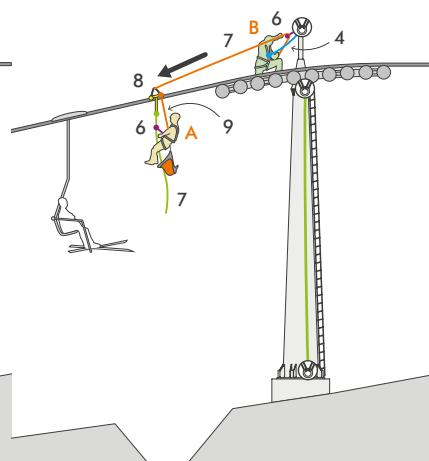

Fig. 2
2) At the top of the pylon, operators A and B protect themselves with work positioning lanyards (4). Operator B creates an anchor point on the structure of the pylon to which he connects a self-braking descender (6) into which he inserts the command rope (7), connected to a rescue pulley EN 1909 (8). Operator A fits the rescue pulley onto the cable and attaches himself to it using a second self-braking descender (6) on the descent rope (7). In addition, the operator connects a retractable type fall arrester (8) between the chest ring of the harness and the lift cable, placing it in the opposite slot of the rescue pulley. Now operator B can start lowering. Operator B lowers A down along the cable, using the command rope, until he reaches the first chair (Fig. 2).
3) Operator A sets up, on a multi-anchor anchor plate (10) connected to the rescue pulley, a sling with loops (11) and lowers himself, using his own self-braking descender (6), until he reaches the chair.
2) En la parte superior de la pilona, los operarios A y B se protegen con elementos de amarre de sujeción (4). El operario B crea un punto de anclaje en la estructura de la pilona, al que conecta un descensor autofrenante (6), en el que introduce la cuerda guía (7), conectada a una polea de rescate EN 1909 (8). El operario A monta la polea de rescate en el cable y se conecta a la misma utilizando un segundo descensor autobloqueante (6) en la cuerda de descenso (7). Además, el operario conecta un anticaídas retráctil (9) entre el anillo esternal del arnés, y el orificio libre de la polea, cerca del cable. Llegado este punto el operario B puede descender a lo largo del cable utilizando la cuerda guía hasta alcanzar la primera silla (Fig. 2).
3) El operario A, utilizando una placa multianclaje (10) conectada a la polea de rescate, instala una cinta regulable con hebillas (11) y desciende, utilizando su propio descensor autofrenante (6), hasta llegar a la silla.